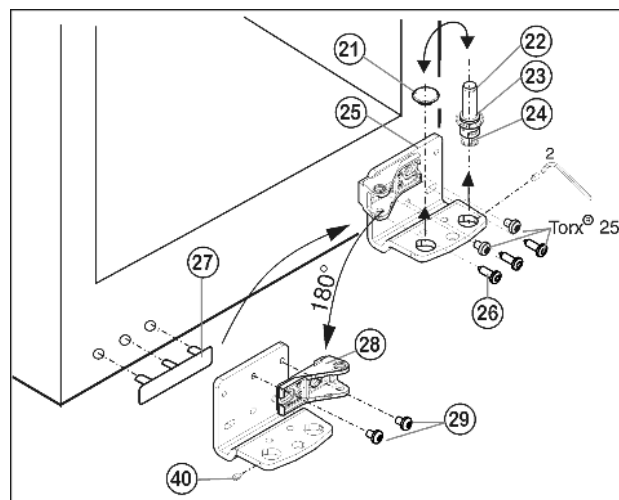

Fig. 7
- ▶ Wkręt bez łba Fig. 7 (40) wykręcić o ok. w obrót przy pomocy dołączonego klucza imbusowego.
- ▶ Trzpień zawiasu Fig. 7 (22) kompletny, z podkładką Fig. 7 (23) i nóżką Fig. 7 (24), wykręcić do góry.
- ▶ Unieść zatyczki Fig. 7 (21).
- ▶ Odkręcić Fig. 7 (25) płytkę zawiasu Fig. 7 (26).
- ▶ Wkręt bez łba Fig. 7 (40) kompletny wykręcić i przykręcić na przeciwnej stronie płytki zawiasu, do momentu aż będzie on na zewnątrz równy z płytką zawiasu.
- ▶ Odkręcić element zawiasu Fig. 7 (28) i obracając wewnątrz o 180° ponownie mocno przykręcić Fig. 7 (29).
- ▶ Zatyczki Fig. 7 (21) ponownie włożyć do innego otworu.
- ▶ Zdjąć i przełożyć osłonkę po stronie uchwytu Fig. 7 (27) na przeciwległą stronę.
- ▶ Przykręcić mocną płytkę zawiasu Fig. 7 (25) na nowej stronie (z siłą 4 Nm), w razie potrzeby za pomocą wkrętarki akumulatorowej.
- ▶ Trzpień zawiasu Fig. 7 (22) kompletny, z podkładką i nóżką włożyć ponownie.
- ▶ Dokręcić wkręt bez łba Fig. 7 (40).
- ▶ Założyć drzwi od góry na dolny sworzeń zawiasu Fig. 7 (22).
- ▶ Korzystając ew. z obu podłużnych otworów w dolnej płytce zawiasu Fig. 7 (25) ustawić drzwi w jednej linii z obudową urządzenia. W tym celu wykręcić środkową śrubę.